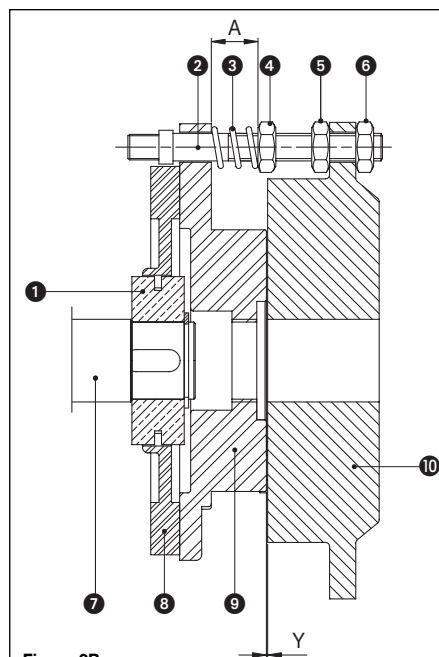
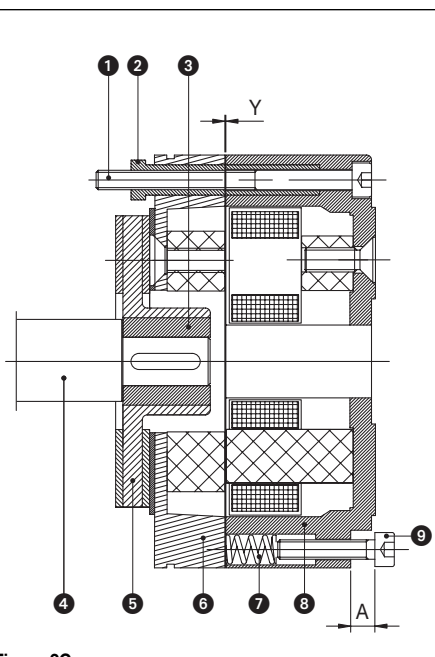

Figura 2B
Figura 2C
2.2 Solución constructiva del freno para motores de tamaño 71÷160 (Figura 2B)
2.3 Solución constructiva del freno para motores de tamaño 63 (Figura 2C)
Para los motores de tamaño 71 a 160 (Figura 2B) la regulación del par de frenado se efectúa modificando la distancia A con las tuercas ④. Girándolas en sentido antihorario el par de frenado disminuye.
Para los motores de tamaño 63 (Figura 2C) la regulación del par de frenado se efectúa modificando la distancia A con los tornillos ⑨. Girándolos en sentido antihorario el par de frenado disminuye.
El entrehierro Y (Figura 2B y Figura 2C) es la distancia entre las superficies del electroimán y de la placa móvil cuando el freno no está alimentado (motor frenado).
Para los motores de tamaño 71 a 160 (Figura 2B) la regulación del entrehierro se efectúa girando las tuercas ⑤ y ⑥ y llevando el electroimán a la distancia original respecto a la placa móvil. Para los motores de tamaño 63 (Figura 2C) la regulación del entrehierro se efectúa girando los tornillos de fijación ① después de haber aflojado las tuercas de regulación ②. Una vez alcanzado el valor deseado se aprietan las tuercas de regulación contra el monobloque.
Para los motores de la gama 71÷160 (Figura 2B) siga estas instrucciones:
Para los motores de tamaño 63 (Figura 2C), siga estas otras instrucciones: